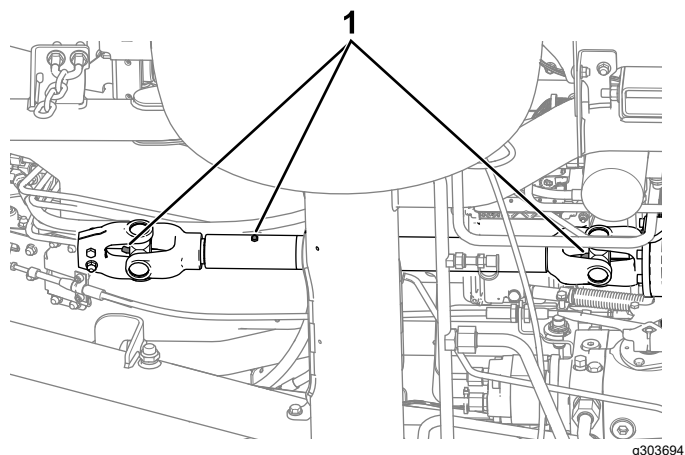

Рисунок 48
- Ведущий вал механизма отбора мощности (Рисунок 48)